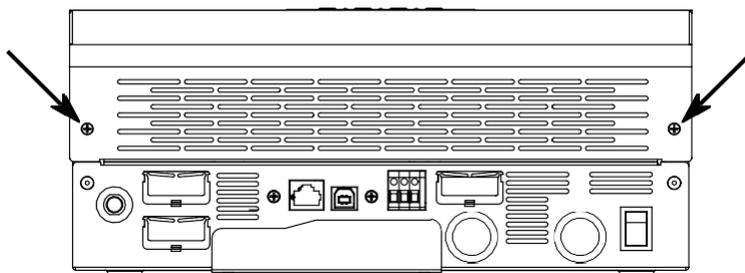

Figura 1: Ubicación del tornillo en la cubierta inferior
1. Antes de poder instalar el kit, retire la cubierta inferior quitando los dos tornillos que se muestran en la *Figura 1* y tire de la cubierta hacia la parte inferior del inversor para dejar al descubierto los terminales.